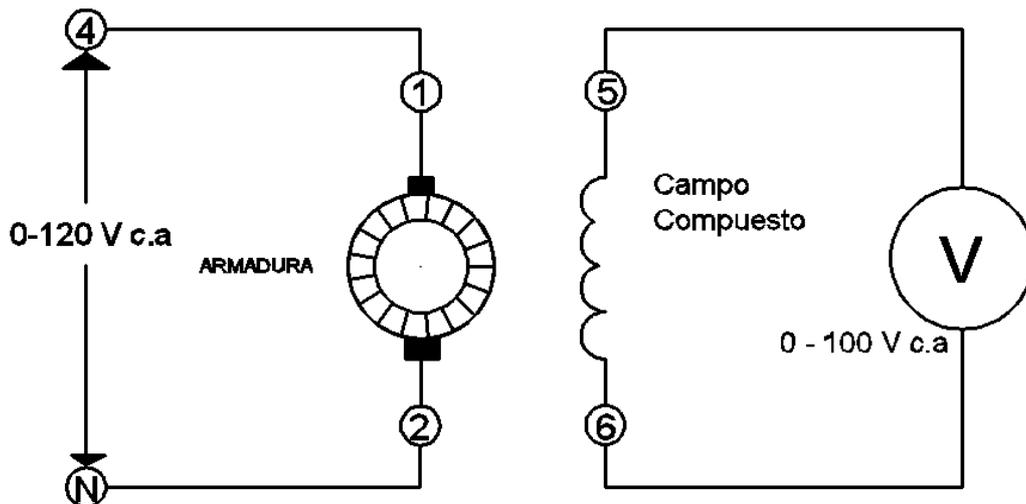

FIGURA 1
2.- Obtención de la posición neutra de las escobillas. Arme el que se muestra en la figura 1.